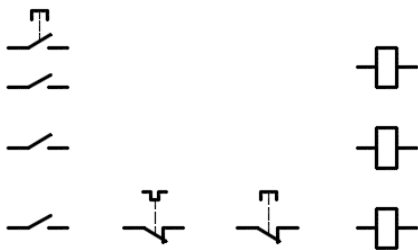

图 12-78 插入 3 个开关一般符号
8) 插入开关一般符号。通过在功能区“默认”选项卡的“块”面板中单击“插入”按钮并选择“更多选项”命令来在图形中插入名称为“开关一般符号-动合（常开）一般符号”的图块。一共插入 3 个该图块，注意其正确的旋转角度，并分解该块。插入图块后的图形效果如图 12-78 所示。